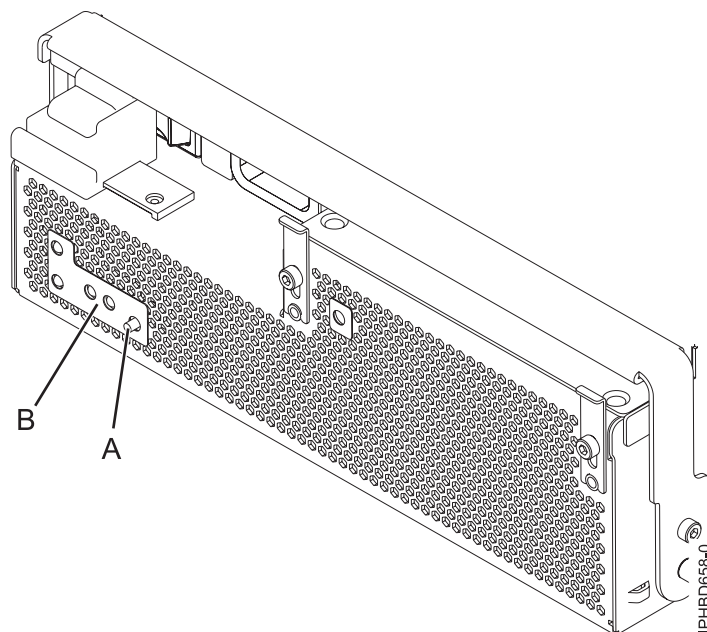
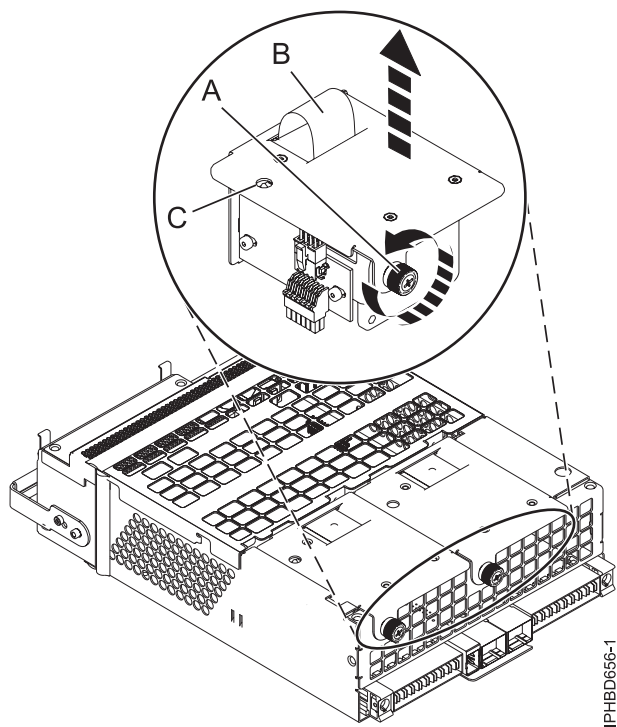

Figure 15. Bouton d'identification du ventilateur et voyant d'incident ventilateur
Figure 16. Retrait d'un ventilateur
Remarque : Si un ventilateur est défaillant, le voyant orange d'incident ventilateur (**B**) à l'avant de l'OCA (Offline Converter Assembly), comme illustré à la figure 15, à la page 18, est allumé de manière fixe.
- a. Pour identifier le ventilateur défaillant, appuyez sur le bouton d'identification du ventilateur (A), comme illustré à la figure 15. Un voyant d'incident ventilateur orange (C) allumé de manière fixe à droite ou à gauche, comme illustré à la figure 16, indique un ventilateur défaillant.
- b. Dévissez la vis moletée (A) qui fixe le ventilateur au bloc d'alimentation, comme illustré à la figure 16.
- c. Utilisez la poignée du ventilateur encastré (B) pour extraire le ventilateur du bloc d'alimentation comme illustré à la figure 16, à la page 18.